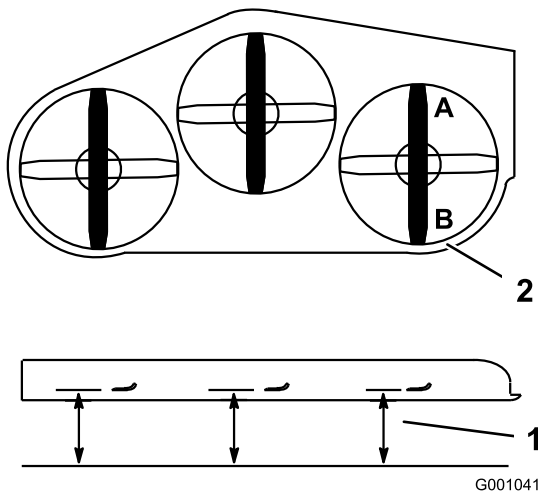

Figura 84
- Coloque una cuchilla en posición longitudinal. Mida en las posiciones **A** y **B** desde una superficie nivelada hasta el filo de corte de los extremos de la cuchilla (Figura 84).